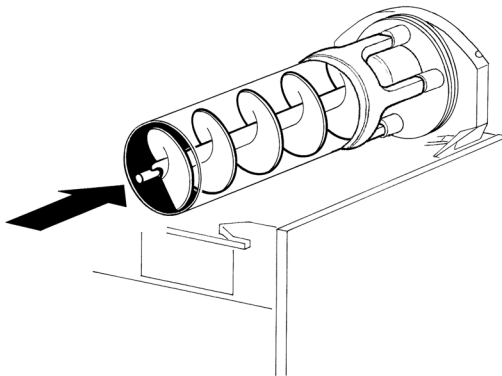

figura 13
- 5 - Enfilarse el rascador interior en el evaporador, acompañándolo con cuidado, evitando tocar la pared posterior (ver figura 13).